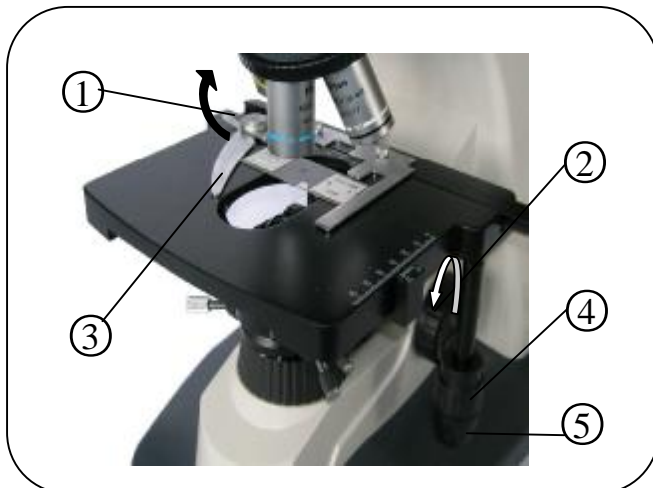

Fig. 7.
2. Colocación de la muestra (Fig. 7)